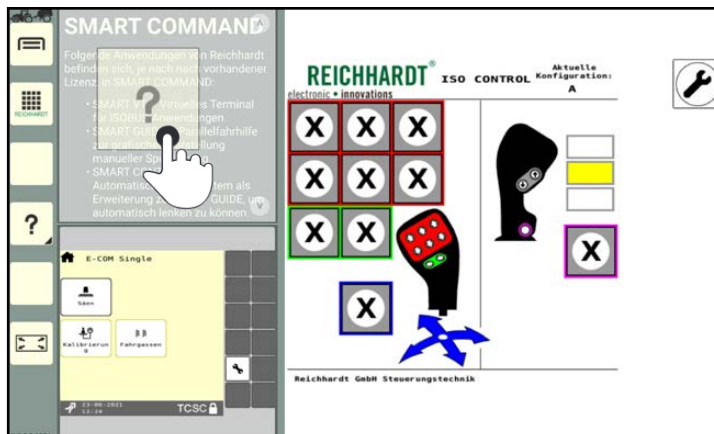

Abb. 77: Anwendung in Miniaturfenster gedrückt halten
1. Drücken Sie im Miniaturfenster so lange auf die Anwendung, bis das Anwendungs-Symbol erscheint (siehe Abb. 77).